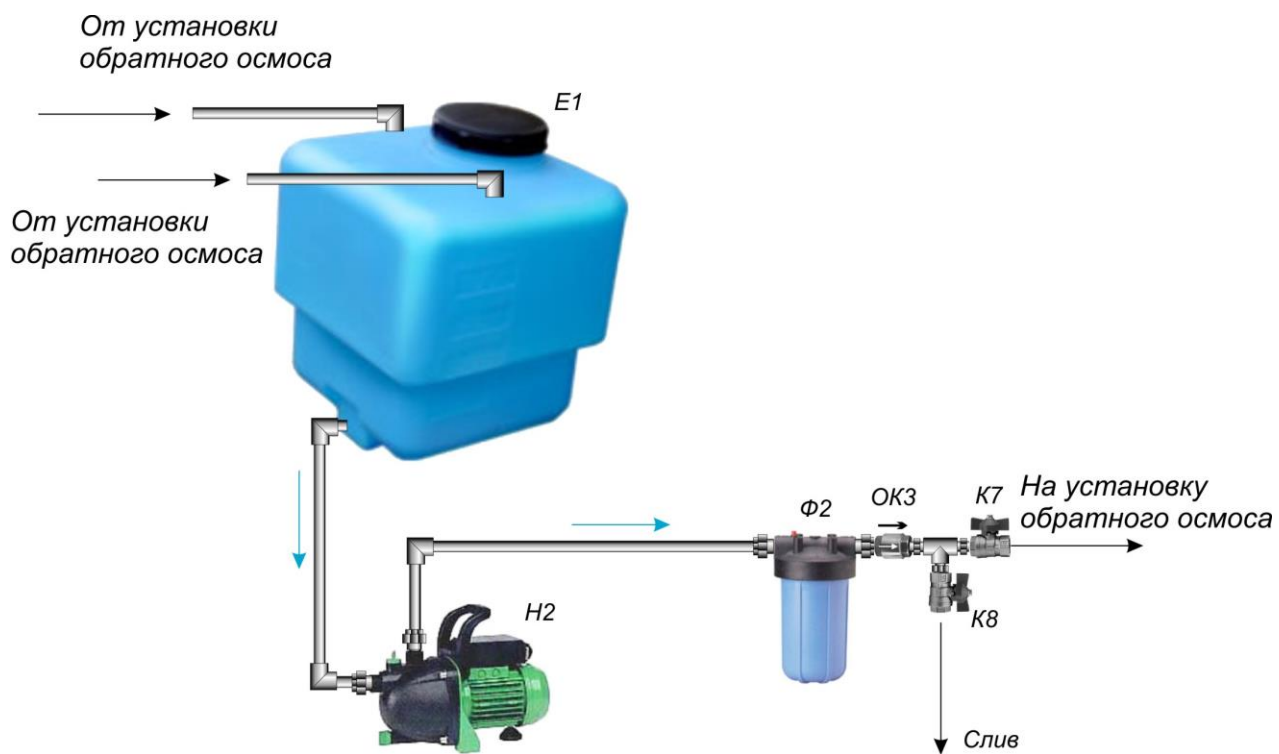

Рис.1. Блок химической промывки
2.1 Емкость для приготовления моющих растворов (Е1 на рис. 1) служит для приготовления растворов с нужными концентрациями и как обратная емкость при промывке установок обратного осмоса. Емкость имеет один отводящий и два подводящих штуцера.
2.2 Фильтр механической очистки (Ф2 на рис. 1)
2.3 Насос (Н2 на рис. 1) предназначен для подачи моющего раствора на установку обратного осмоса.